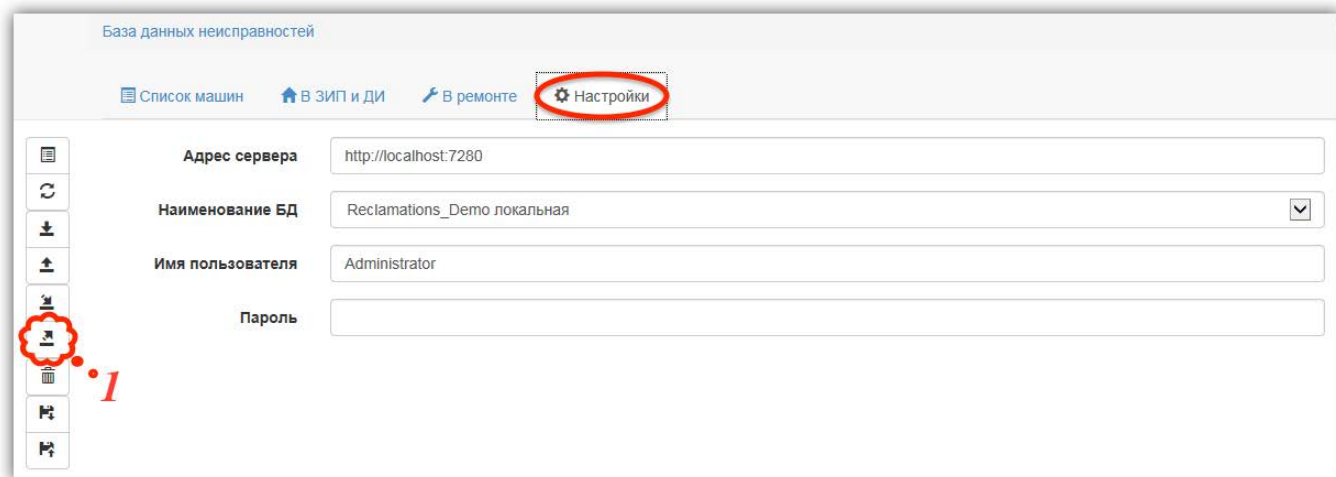

Рис. 8-49 – Сохранение данных из мобильной части на сервер
3) Нажать кнопку «Экспорт БД»  для отправки данных из мобильной части ILS на сервер (рис. 8-49).